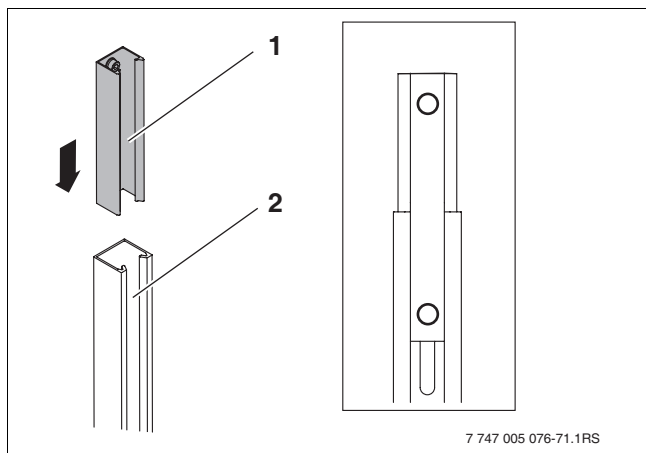

Fig. 39 Equipar perfil del captador con conector TSS
- Deslizar el conector TSS (Fig. 39, (1)) en el perfil del captador (2) y atornillarlo con tornillos M8x20 y tuercas M8.